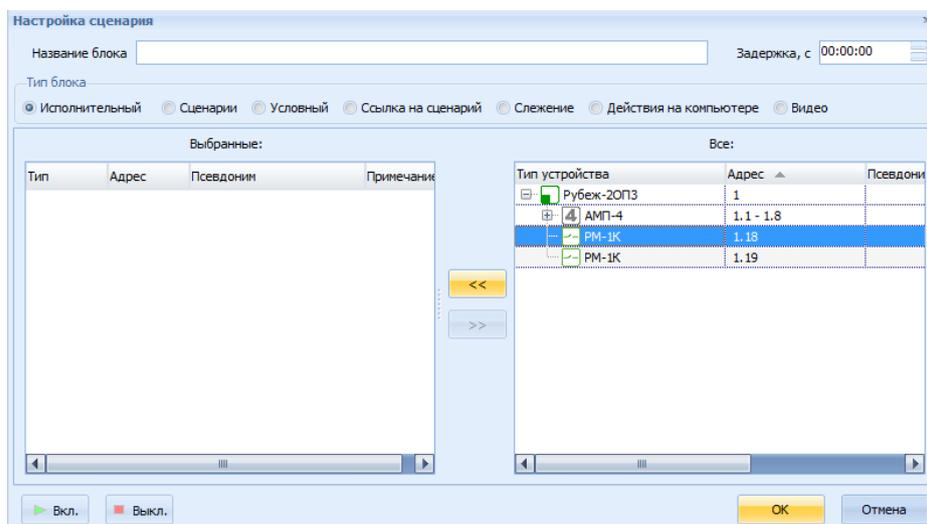

Рисунок 9.24 Настройка исполнительного блока сценария
- в открывшемся окне «Настройка сценария», указать Тип блока – Исполнительный, перенести модуль РМ-1К (адрес 1.18) из поля «Все» в поле «Выбранные», и нажать кнопку  в нижней части окна (Рисунок 9.24), после чего нажать **ОК**.